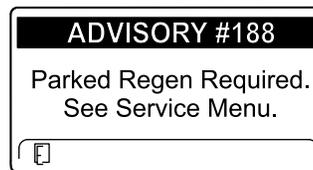

Figura 72
- Richiesta di rigenerazione parcheggiata ADVISORY #188 (Figura 72)